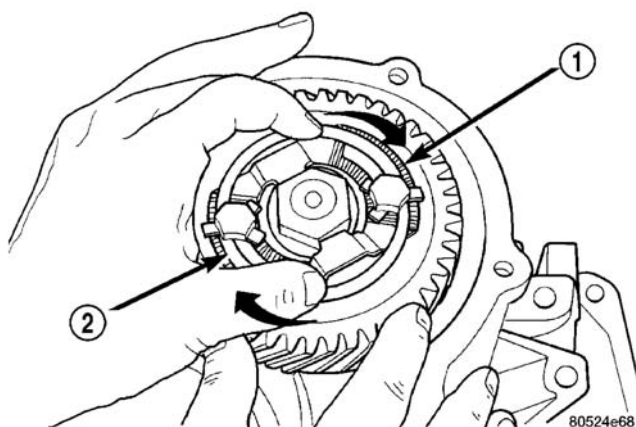

图 263 顺时针转动 U 形夹卡住固定螺母的平面部分
(13) 顺时针旋转 U 形夹卡住齿轮固定螺母的平面部分 (图 263)。